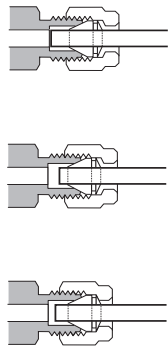

Abbildung 20. Fertige Armatur
- 10 Richtige und falsche Swagelok-Verbindungen sind in **Abbildung 20** dargestellt. Beachten Sie, dass das Ende der Leitung in einer richtigen Swagelok-Verbindung nicht zerdrückt ist und die Aktion der Ferrulen nicht beeinträchtigt.